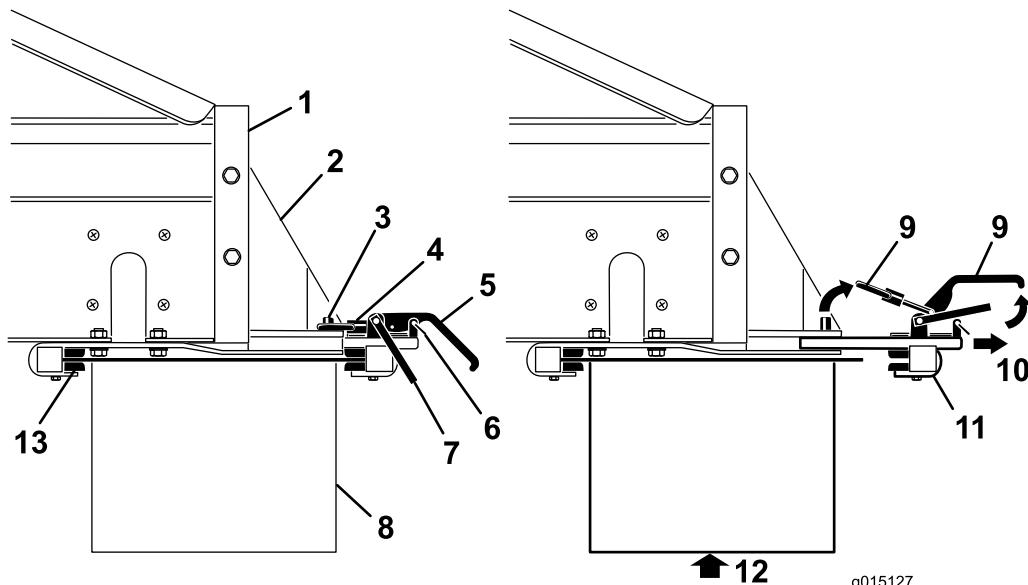

Bild 3
3. Entfernen Sie die Sicherheitsriegelclips von den Klemmgriffen (Bild 3).
4. Heben Sie zuerst den Sicherheitsriegel und dann die Klemmgriffe des Anbaugeräts an und lösen Sie die Arretierungsringe von den Arretierstiften (Bild 3).
5. Schieben Sie die hintere Anbaugerätklemme aus den Schnellbefestigungsschlitten (Bild 3).
6. Setzen Sie die Vorderkante des Querförderers bzw. Drehzapfens mit Hilfe einer anderen Person auf und unter das Heck des MH-400 in die vorderen Klemmen der Halterungen (Bild 3).
7. Stützen Sie den Querförderer bzw. Drehzapfen ab und schieben dann die hintere Klemme des Anbaugeräts wieder in die Schlitze in den Halterungen und über die hintere Kante (Bild 3).
9. Setzen Sie die Sicherheitsriegelclips wieder auf die Klemmgriffe (Bild 3).